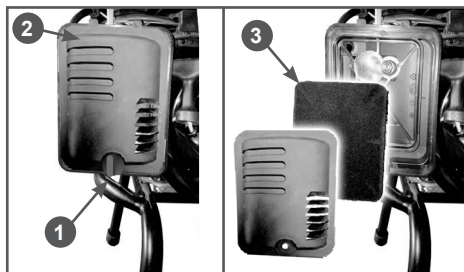

Рис. 13 Обслуживание воздушного фильтра
1. Открутите винт крепления 1 и снимите крышку воздушного фильтра 2 (Рис.13).
2. Извлеките поролоновый фильтрующий элемент 3 (Рис.13).